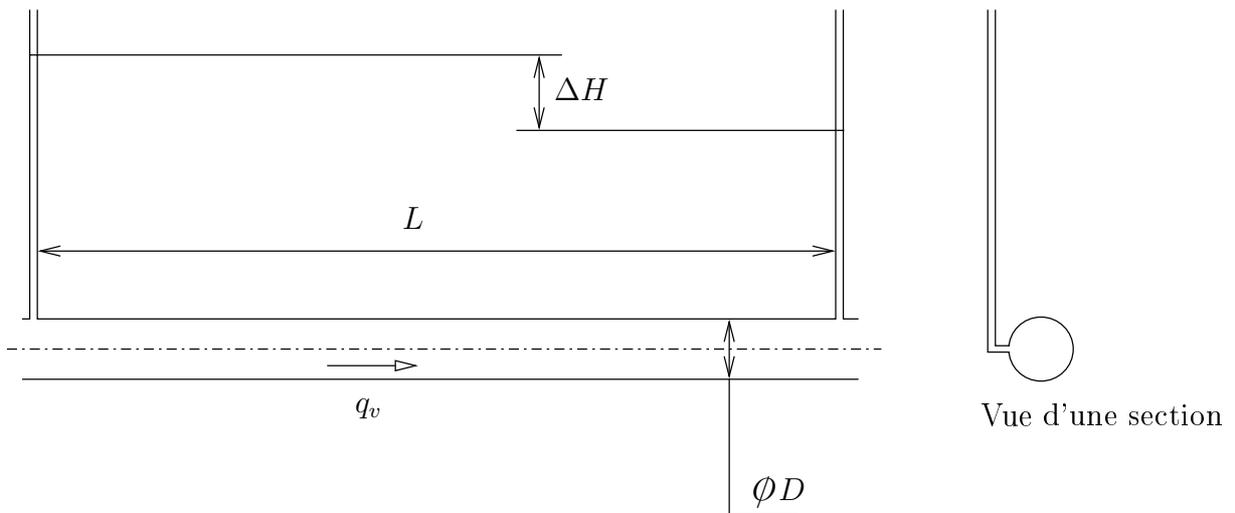

FIGURE 4 – Ecoulement : précisez les points sur cette figure.
De l'eau de masse volumique $\rho = 1000 \text{ kg.m}^{-3}$ circule (de façon permanente) avec un débit volumique $q_v = 12 \text{ l.mn}^{-1}$ dans une tuyauterie horizontale de diamètre $D = 16 \text{ mm}$ sur une longueur rectiligne de $L = 1.5 \text{ m}$ (cf FIG. 4).
Les prises de pression sont percer à la même altitude que l'axe de la conduite comme le montre la vue d'une section (à droite sur la FIG. 4) ce qui n'est pas montré par l'autre vue de la même figure.
- 2) Précisez les différents points sur la FIG. 4 (qui sera rendue) puis nommez et écrivez les équations reliant les caractéristiques de ces points.